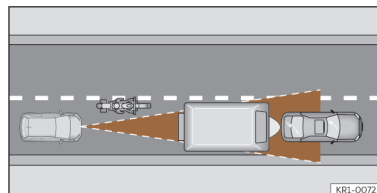

Fig. 136 Motociclo que circula à frente, fora do raio de alcance do sensor de radar.
- Veículos que circulem desalinhados ou fora da zona de deteção do sensor, por exemplo, motociclos >>> **Fig. 136.**